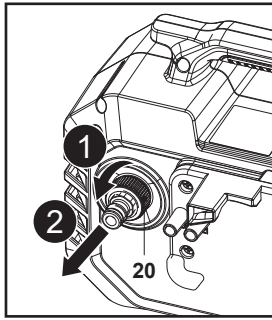

Fig. 15
1. Retire el adaptador de entrada de agua (20) del conector de entrada de agua (13) (Fig. 15).